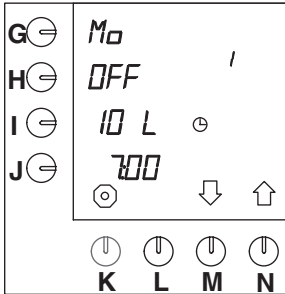

Fig. 44 Forhåndsprogrammerte innstillinger (ikke aktiverte)
Det er fjorten forhåndsprogrammerte "time settings" for alle ukedagene. Så snart disse er aktivert gjennom prosedyren som beskrives nedenfor, vil de bare være aktive og synlige i brukermodus. Alle innstillingene kan gjøres etter ønske. De fjorten innstillingene er som standard (fig. 44):
- Trykk på valgtasten (N.)↑ inntil fig.44 vises på displayet.